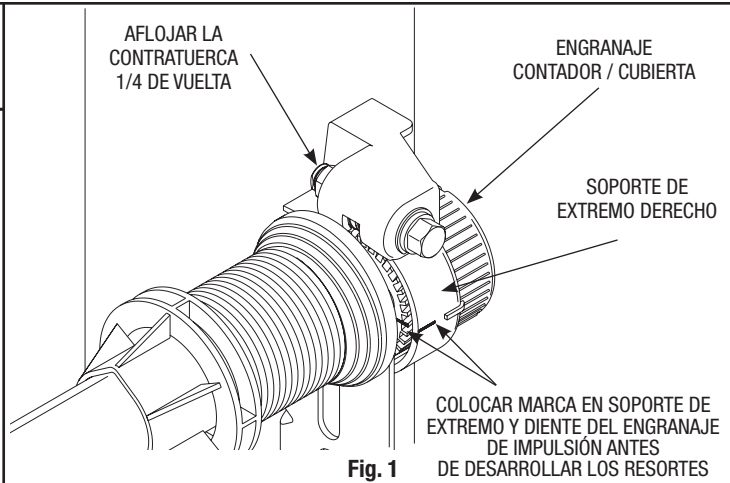

Fig. 1
**Paso 1:** Si se tiene una cubierta de contador negra: Colocar una marca en el diente del engranaje impulsor y una marca adyacente en el soporte de extremo derecho (Fig. 1). Aflojar la contratuerca un cuarto de vuelta con una llave para tuercas de 7/16" y continuar con el paso 2.